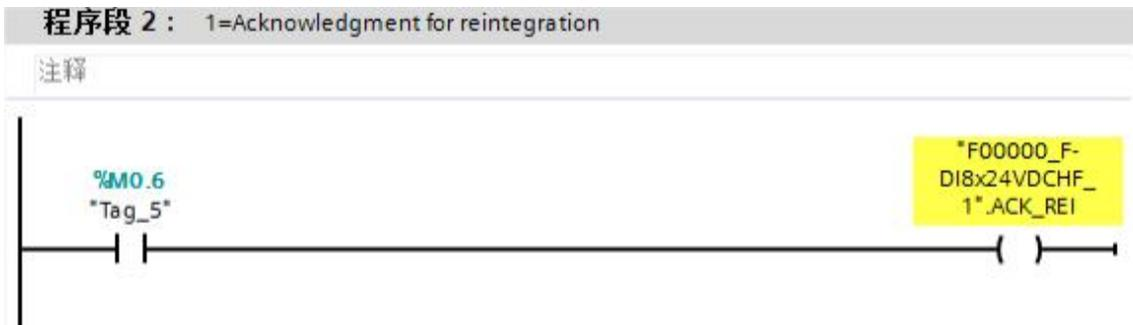

图 4-4 去钝操作
- 2) 置位 ACK\_REI，给出应答信号，完成去钝。只有去钝后，在安全程序中才能读到 I0.0 的输入值状态。这时需要在安全程序块 FB1 中编程通过 M 位来置位 ACK\_REI 位，如图 4-4 所示。